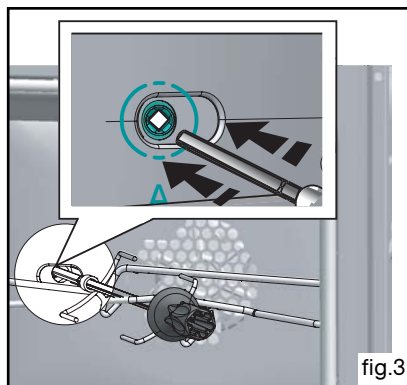

fig.3
- poussez légèrement pour engager la pointe de la broche dans le carré d'entraînement situé au fond du four (fig.3).